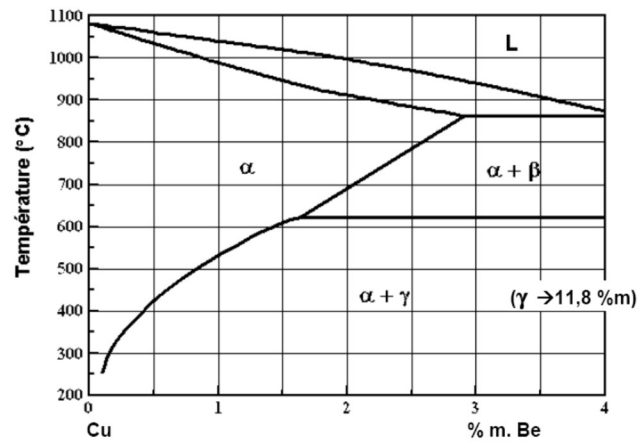

Figure 7 : Portion du diagramme d'équilibre Cu-Be en % massique de Be
Afin de choisir les conditions du traitement thermique, vous disposez du diagramme d'équilibre et des courbes de vieillissement présentés aux Figures 7 et 8 respectivement.
- a) En observant le diagramme d'équilibre de la Figure 7, expliquez quelle caractéristique du diagramme vous permet de conclure que cet alliage peut être durci par précipitation. **(2 points)**